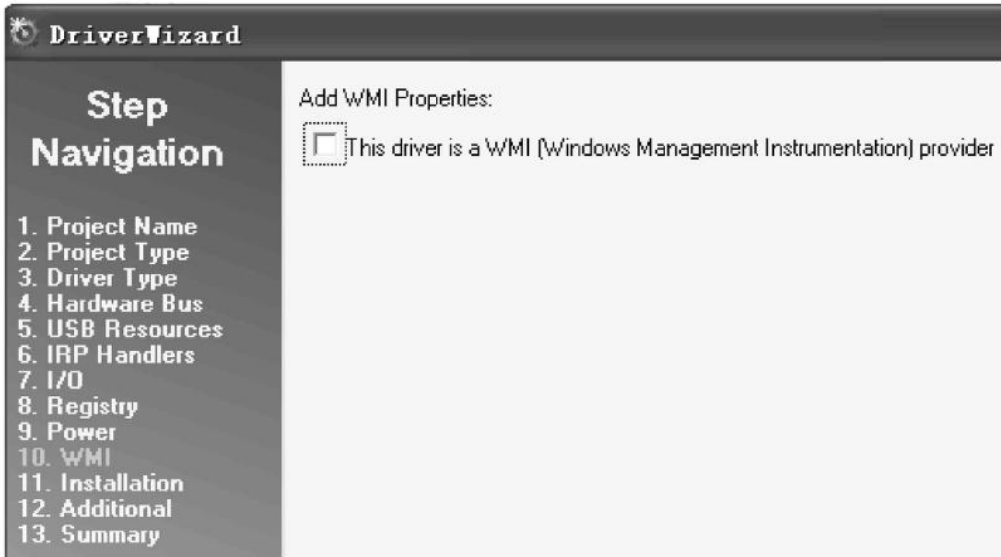

图 9.4.14 WMI 配置
(10) 是否支持 WMI 配置,如图 9.4.14 所示。本程序将不支持 WMI(比较麻烦和复杂),所以不勾选 This driver is a WMI (Windows Management Instrumentation) provider。